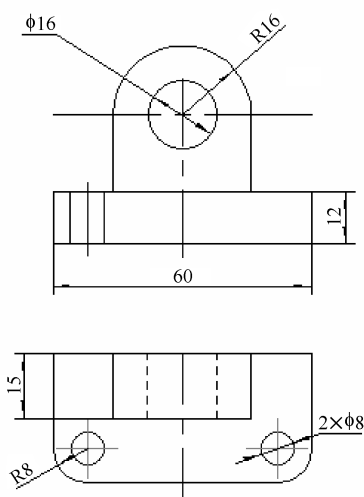

图 6-26 绘制主视图和俯视图
3) 利用导航功能绘制主视图和俯视图,如图 6-26 所示。